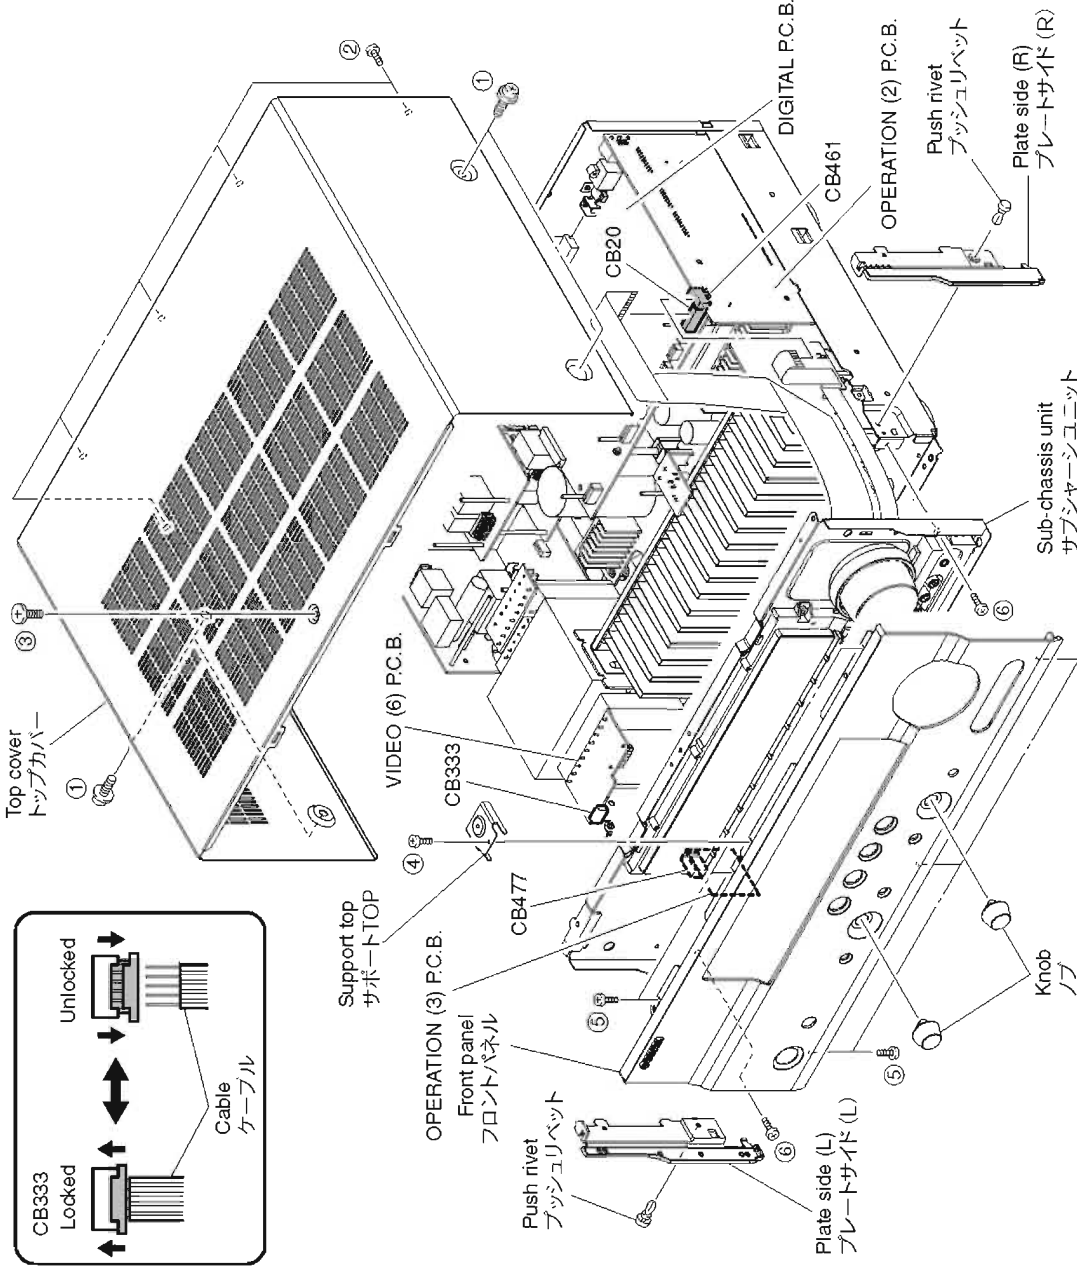

Fig. 1
- Remove 4 screws (①), 5 screws (②) and screw (③). (Fig. 1)
- Slide the top cover rearward to remove it. (Fig. 1)
- ①のネジ4本、②のネジ5本、③のネジ1本を外します。(Fig. 1)
- トップカバーを後方へスライドさせ、取り外します。(Fig. 1)
- Remove screw (④) and then remove the support top. (Fig. 1)
- Remove 2 knobs. (Fig. 1)
- Remove 6 screws (⑤) and then remove the front panel. (Fig. 1)
- Remove 2 push rivets and then remove the plate side (L) and (R). (Fig. 1)
- Remove CB20, CB461 and CB477. (Fig. 1)
- Remove 2 screws (⑥) and then pull out the sub-chassis unit. (Fig. 1)
- Unlock and remove CB333. (Fig. 1)
- Remove the sub-chassis unit. (Fig. 1)
- ④のネジ1本を外し、サポートトップを取り外します。(Fig. 1)
- ノブ2個を取り外します。(Fig. 1)
- ⑤のネジ6本を外し、フロントパネルを取り外します。(Fig. 1)
- プッシュリベット2個を外し、プレートサイド(L)、(R)を取り外します。(Fig. 1)
- CB20、CB461、CB477を外します。(Fig. 1)
- ⑥のネジ2本を外し、サブシャーシユニットを引き出します。(Fig. 1)
- ロックを外し、CB333を外します。(Fig. 1)
- サブシャーシユニットを取り外します。(Fig. 1)